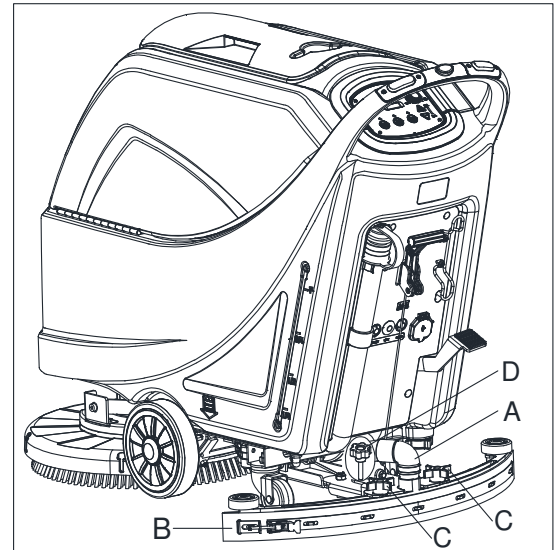
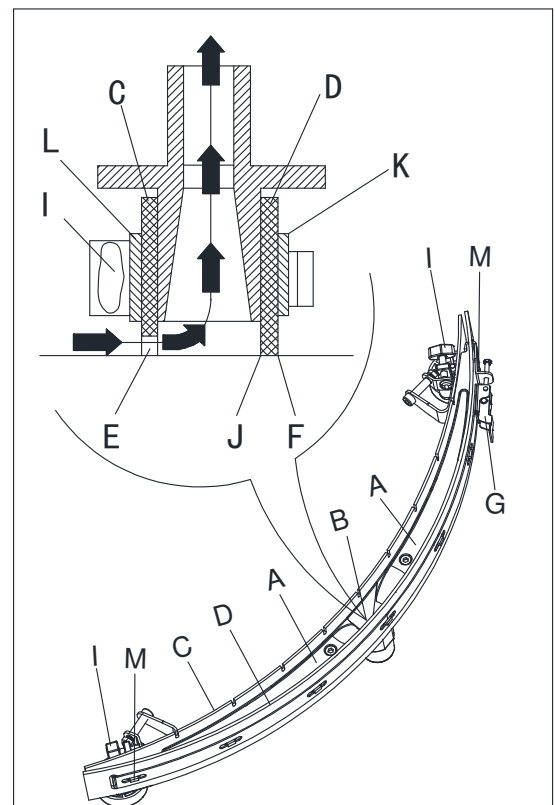

Figure 19
Figure 20
2. Vérifier que les bords (E, Fig 20) de la lamelle avant (C) et les bords (F) de la lamelle arrière (D) reposent sur un même niveau, sur toute leur longueur; si nécessaire ajuster leur hauteur selon la procédure suivante:
- Retirer la tige de traction (G), dégager les éléments de fixation (M) et régler la lamelle arrière (D), puis engager les fixations (M) et installer la tige de traction (G).
- Desserrer les boutons (I) et régler la lamelle avant (C), puis serrer les boutons.
3. Vérifier l'usure de la lamelle avant (C) et de la lamelle arrière (D); si nécessaire les remplacer. Vérifier que le coin avant (J) de la lamelle arrière (D) ne soit pas usé; si nécessaire, retourner la lamelle pour remplacer le coin usé avec un autre coin. Si les autres coins sont usés, remplacer aussi la lamelle selon la procédure suivante:
- Retirer la tige de traction (G), dégager les éléments de fixation (M) et retirer la barrette de retenue (K), puis remplacer/retourner la lame arrière (D). Monter l'embouchure dans l'ordre inverse du démontage.
- Dévisser les boutons (I) et retirer la barrette de retenue (L), puis remplacer la lamelle avant (C). Monter l'embouchure dans l'ordre inverse du démontage. Après le remplacement de la lamelle (ou retournement), ajuster la hauteur, comme indiqué dans l'étape précédente.
4. Connecter le tuyau d'aspiration (A, Fig. 19) à l'embouchure.
5. Installer l'embouchure (B) et visser les boutons (C).
6. Si nécessaire, régler le bouton de réglage de l'équilibre de l'embouchure (D).